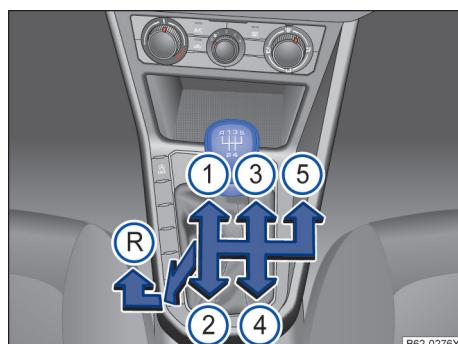

图 91 5 挡手动变速箱挡位示意图。
- 停顿数秒钟后下压换挡杆，然后往左推到底，再将换挡杆向前推至换挡手柄上所示的倒挡位置→图 91 (R)